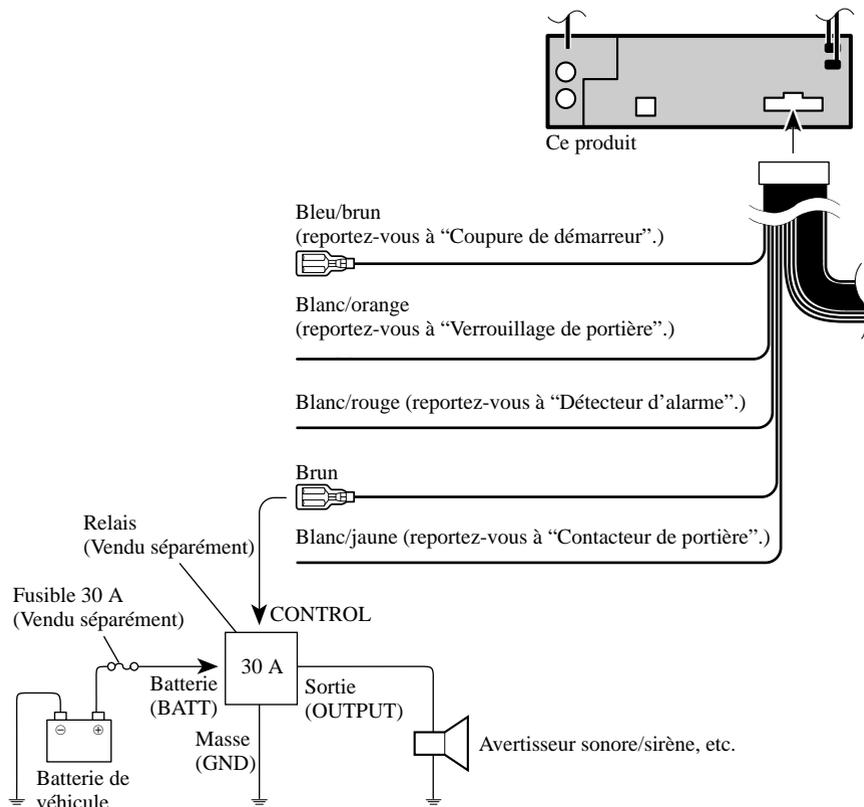

Fig. 6
- **Brun (Sortie d'alarme, ALARM OUTPUT) ..... (Fig. 6)**